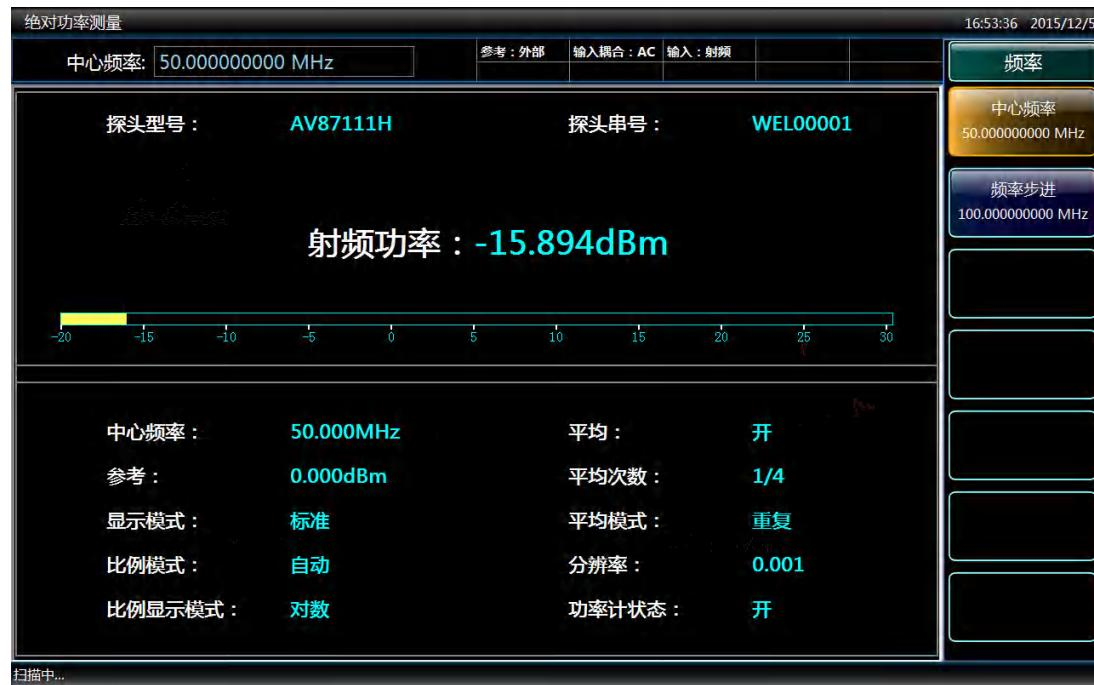

图 4.6 绝对功率测量结果
e) 等待测量完成后，结果就会显示出来，如图 4.6 所示：